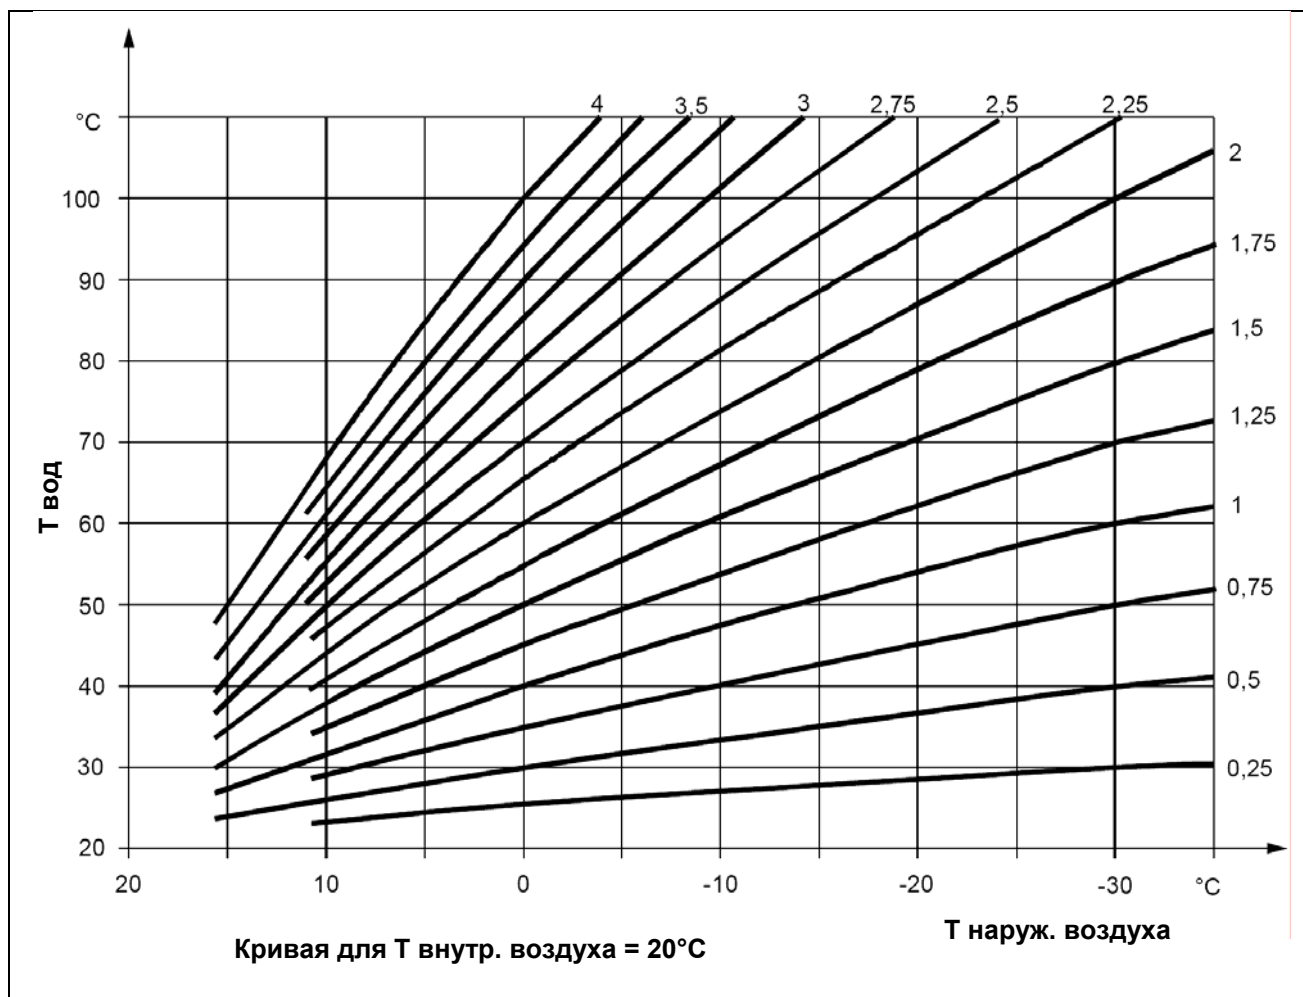

Рисунок 22 –ГРАФИК "КРИВЫХ ОТОПЛЕНИЯ"
Что касается отопления, серия климат-кривых показана на Рисунок 22 и выбор рабочей кривой выполняется путем указания значения параметра "уклон кривой". Кривая определяется с учетом заданной температуры внутреннего воздуха 20°C; если заданная температура другая, система автоматически подстраивает рабочую кривую.
- Используя график Рисунок 22, выбрать кривую, удовлетворяющую требованию предыдущего пункта; для примера из предыдущего пункта смотри Рисунок 23.